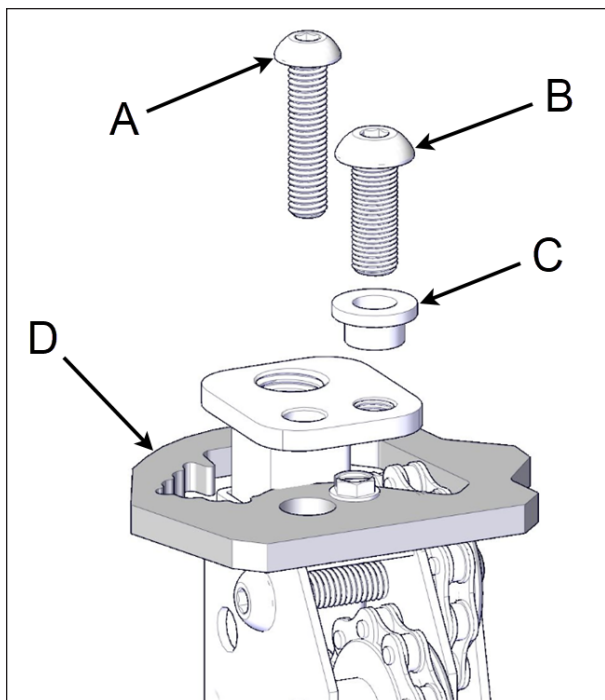

FIGURE 41: VIS DE VERROUILLAGE DU VÉRIN (ITEM A)
17. Une fois tous les arbres d'entraînement installés, les vis de verrouillage peuvent être retirées en toute sécurité sur le dessus des vérins sans moteur. Pour chaque vérin, retirer la vis à tête à six pans creux M4 x 50 mm et conserver pour utilisation ultérieure voir item «A» dans la Figure 41.
18. Démonter la vis à tête à six pans creux 3/8 po x 1 po avec une clé hexagonale 7/32 po (5,5 mm) sur le dessus de chaque vérin voir item « B » dans la Figure 41. Conserver les vis et les douilles (item « C ») en lieu sûr pour une utilisation ultérieure.